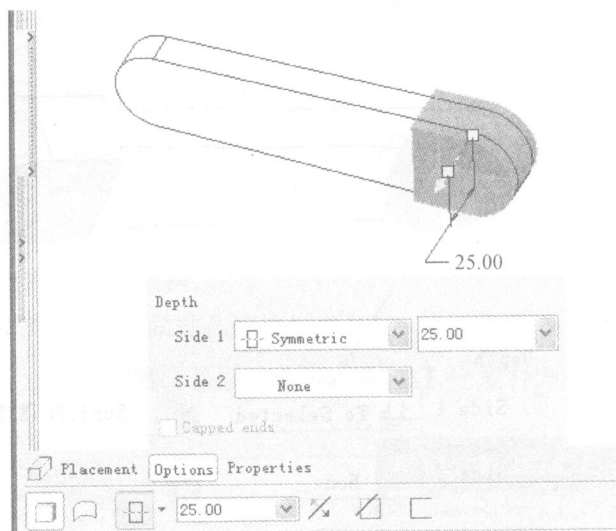

图 7-6
③ 点击 , 完成草绘 → **【Options(选项)】** → 修改深度方式为 **【Symmetric(对称)】** → 修改深度为“25”,如图 7-6 所示。